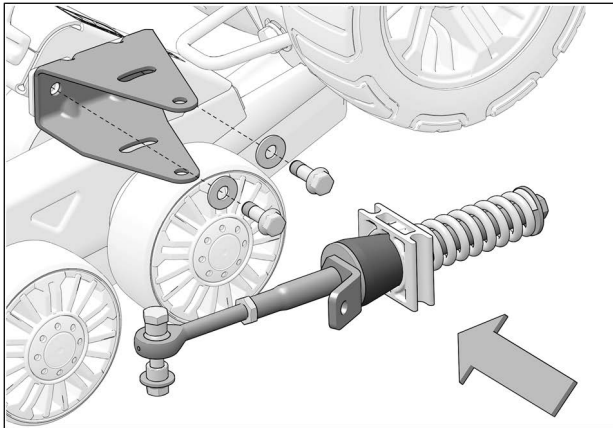

Fig. 20
- Réinstaller les boulons de fixation et les rondelles aux ancrages antirotation. Serrer les boulons à un couple de 50 Nm [37 lb•pi]. Remettre les bras stabilisateurs en position. Voir la Fig. 20